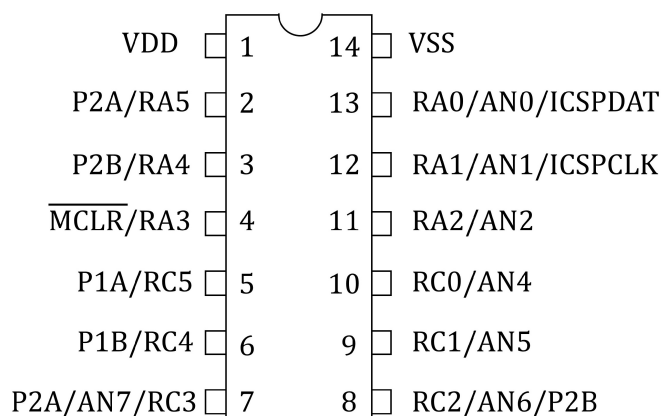

図 2.2: PIC16F1825 のピン配置
図 2.2 は PIC16F1825 のピン配置を示します。②番ピンから⑬番ピンまでは複数の機能が割り当てられていて、プログラムにより選択できます。RAx, RCx は I/O (Input/Output) ポートです。ANx はアナログ入力ポートであり、A-D 変換モジュールをつなげられます。PxA, PxB は PWM 信号の出力ピンです。MCLR は、Master Clear の略で、 $\overline{\text{MCLR}}$  とオーバーラインが付いているので、負論理入力です。このピン（4 番ピン）は通常は 5 [V] を入力しておき、強制的にマイコンをリセット（初期化）したい場合に 0 [V] を入力します。その後 5 [V] を入力すると、マイコンは main() 関数の先頭にもどって再起動します。ICSPDAT と ICSPCLK は ICSPTM (In-Circuit Serial Programming) 用のピンです。MPLAB® Snap などの Debugger/Programmer を接続して、マイコンへのプログラム書き込み、デバッグを行うことができます。